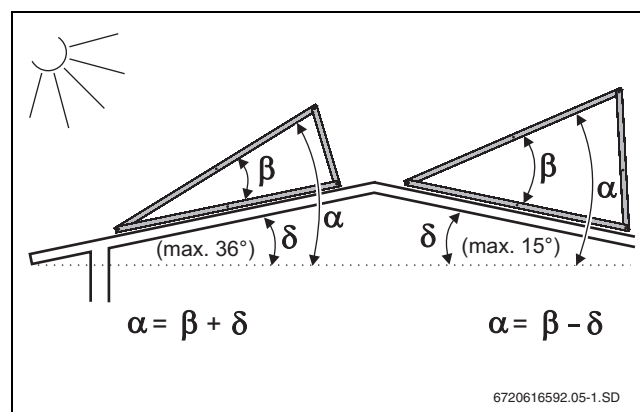

Fig. 8 Ángulo de fijación en tejados adecuados
- Instale el juego de montaje sólo en tejados con una inclinación de entre 0 - 36 ° (ó 0 - 15 °, Fig. 8).